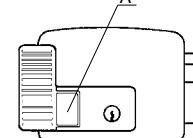

Fig.3
- Para activar o "SISTEMA DE BLOQUEIO" premir o botão A e bloqueá-lo com a chave (**fig.3**).
- Para activar el "PASADOR DE BLOQUEO" oprimir el pulsador A y bloquearlo girando la llave (**fig.3**).